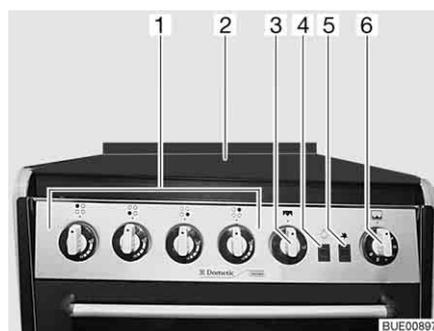

Fig. 186 Cocina de gas con horno y grill
- Abrir la tapa de la cocina de gas (Fig. 186,2).
- Girar el regulador giratorio (Fig. 186,1) correspondiente al quemador deseado a la posición de encendido (llama alta) y presionarlo.
- Presionar el botón de encendido (Fig. 186,5) tantas veces como sean necesarias hasta que arda la llama.
- ▷ Con el interruptor (Fig. 186,4) se conecta y desconecta la luz del horno.
- Presionar ligeramente el regulador giratorio (Fig. 186,3) y girarlo a la posición de encendido (llama alta).
- Presionar el botón de encendido (Fig. 186,5) hasta que arda la llama.
- Presionar el regulador giratorio (Fig. 186,6) ligeramente y girarlo a una posición de encendido entre 1 y 6.